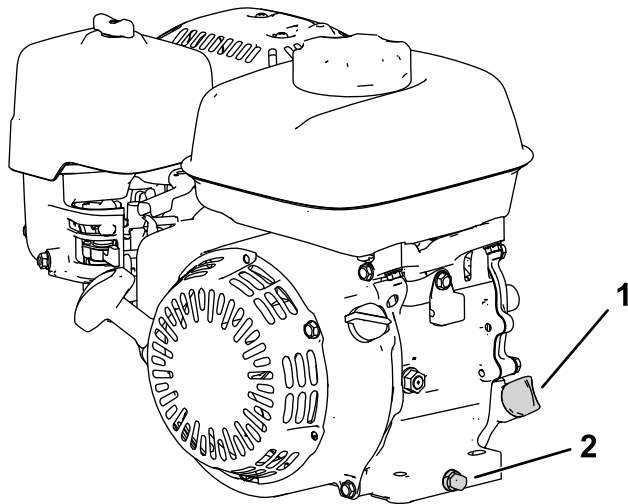

Figure 25
2. Positionnez la machine de sorte que le moteur soit de niveau et nettoyez la surface autour du tube de remplissage (Figure 25).
3. Enlevez le bouchon de vidange, la rondelle et sortez la jauge (Figure 25).